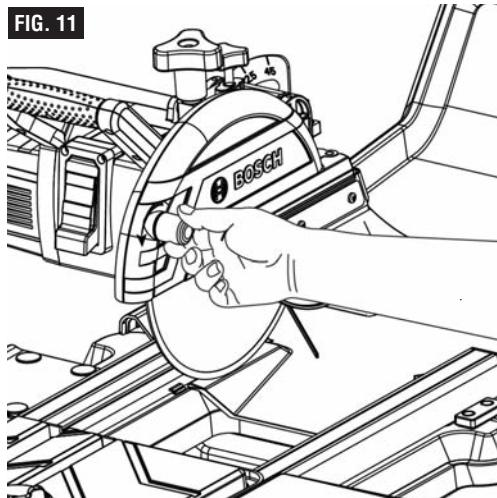

FIG. 11
1. Afloje el pomo de fijación del protector de la hoja (Fig. 11).